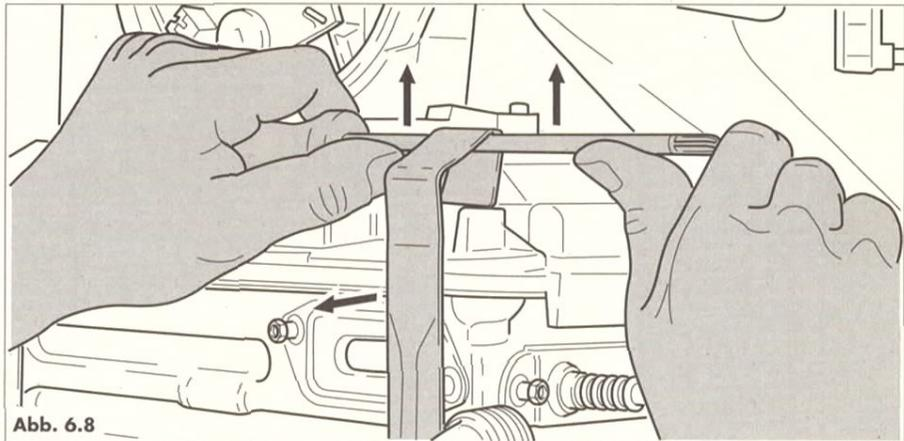

Abb. 6.8
- Verschuß (1) mit Hilfe eines Schraubendrehers oder ähnlichem nach vorne ziehen. Das Abgasrohr wird vom Abgassammler / Kondensatwanne gelöst.
- Unverlierbare Feder (1) am Kondensatrohr (2) nach vorne ziehen.
- Blattfedern (1,2) am Brenner anheben, siehe Abb. 6.8, und nach vorn entfernen.
Feder nur wie in Abb. 6.8 dargestellt lösen!